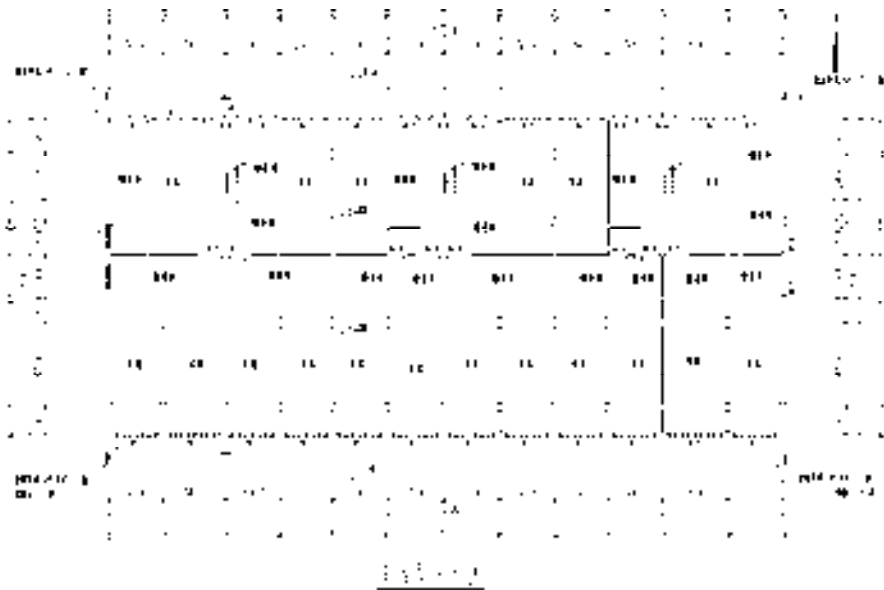

图 14-151 图名标注
1) 添加剖切符号。调用“剖切符号”命令，在弹出的“剖切符号”对话框中设置参数；分别指定剖切符号的起点和终点，指定左边为剖视方向，绘制结果如图 14-151 所示。